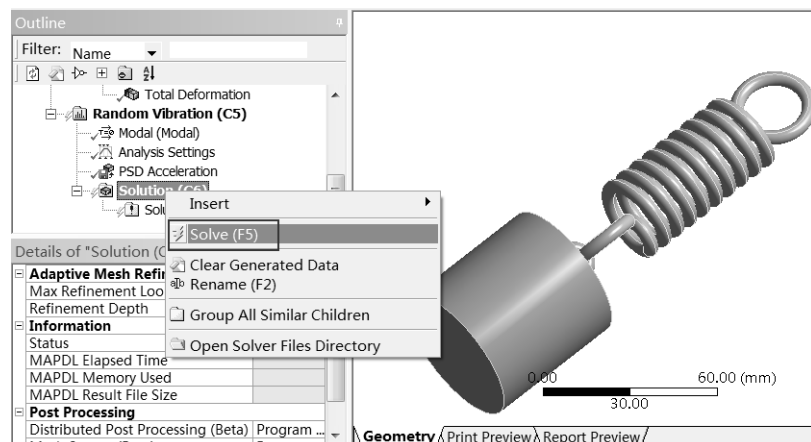

图 10-72 计算求解
Step4: 如图 10-72 所示, 在 Random Vibration (C5) 选项上右击, 在弹出的快捷菜单中选择 Solve 命令, 此时会弹出进度显示条, 表示正在求解, 当求解完成后进度条自动消失。